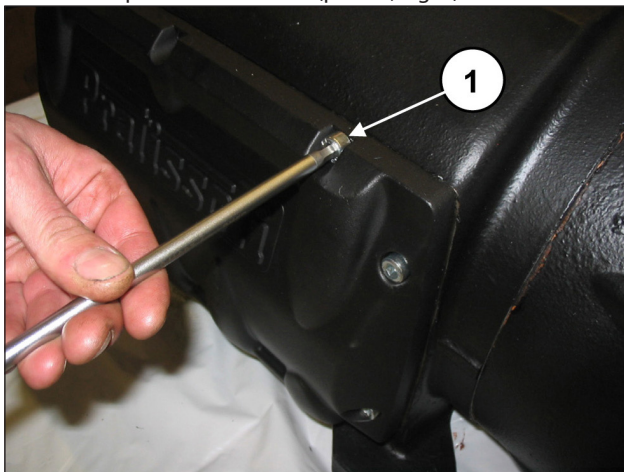

Fig. 5
Realize agora a desmontagem da cobertura do carter, soltando os parafusos relativos (pos. ①, Fig. 5).